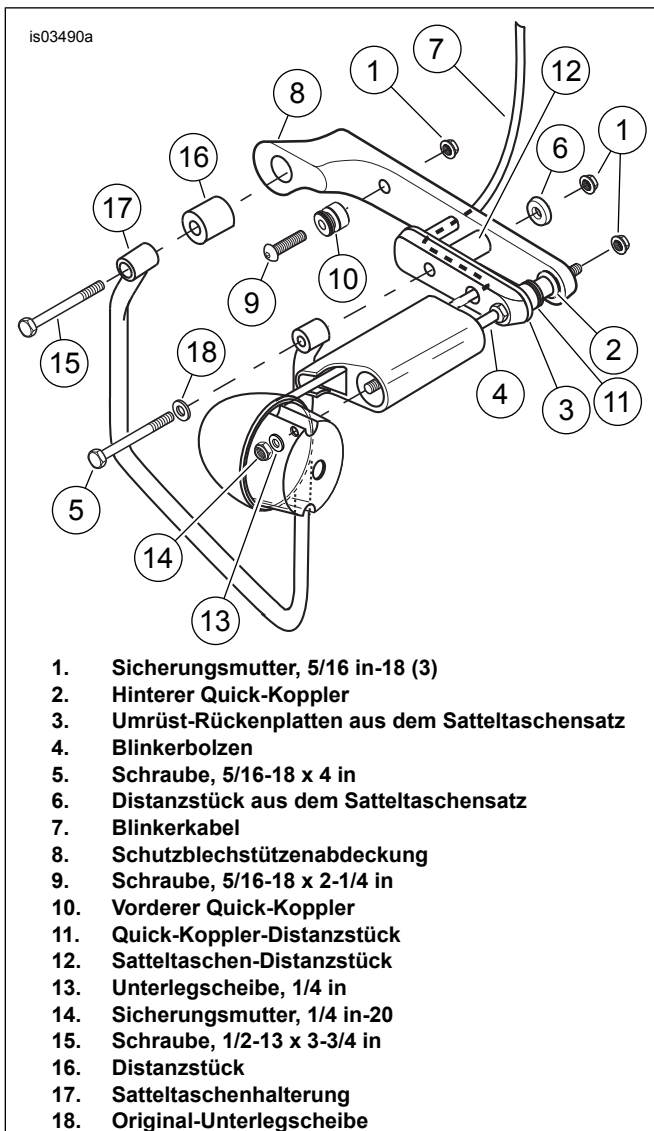

Abbildung 1. Einbau an Modelljahr 2000 dargestellt
Siehe Abbildung 1. Vor dem Einbau den Satteltaschenhalterungen, die Rundkopfschraube von den oberen Stoßdämpferbefestigungen entfernen und dann mit Schritt 2 fortfahren.
3. **Für Modelle bis 1999:** Die Satteltaschenhalterung gemäß den Anleitungen die dem mit Satteltaschensatz geliefert wurden anbringen und die Satteltaschen einbauen. **Für Modelljahr 2000:** Siehe Abbildung 1. Die Satteltaschenhalterung gemäß den mitgelieferten Anleitungen einbauen und dazu das Distanzstück (16) und die Schraube (15) aus diesem Satz verwenden.
*6	Sicherungsmuttern (2), 3/8-16	7778	14	Sicherungsmuttern (2), 1/4-20	7686
*7	Unterlegscheiben (4), 3/8	6701	*15	Schrauben (2), 1/2-13 x 3-3/4 in	3829
*8	Stoßdämpferscheiben (2)	90506-98	*16	Distanzstücke	53847-00
*Teile 6, 7 und 8 sind für den Einbau in Modellen bis 1999. Teile 15 und 16 sind für den Einbau in Modellen von 2000 (siehe Abbildung 1).